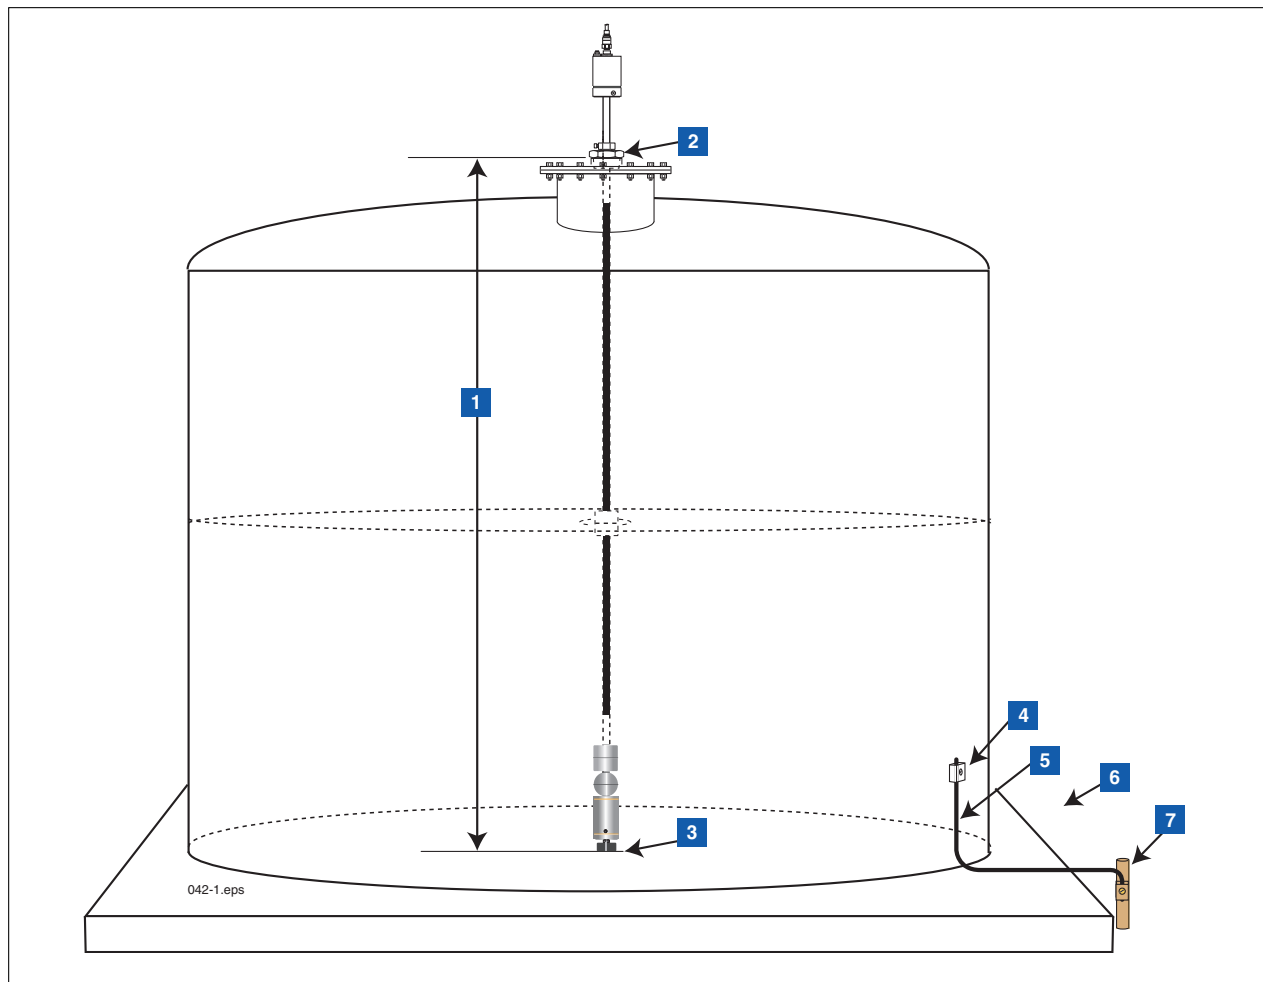

Figure 5. Paramètres d'installations de la sonde Mag-FLEX - cuves en acier
7. Câbles de terre AST et électrodes de terre conformément aux codes NFPA70, NFPA30A et locaux (voir l'exemple à la Figure 5)
| 7. Câbles de terre AST et électrodes de terre conformément aux codes NFPA70, NFPA30A et locaux (voir l'exemple à la Figure 5) | |
Vous devez obtenir une dimension exacte de l'élément 1 de la Figure 5 avant de commander la sonde Mag-FLEX. Mesurez à l'intérieur la longueur d'insertion de l'élément 1 du point d'entrée 1 1/2" au fond de la cuve. Longueur de sonde en vue de la commande = longueur mesurée de l'élément 1 + 10 pouces.
LÉGENDE DE LA Figure 5
Vous devez obtenir une dimension exacte de l'élément 1 de la Figure 5 avant de commander la sonde Mag-FLEX. Mesurez à l'intérieur la longueur d'insertion de l'élément 1 du point d'entrée 1 1/2" au fond de la cuve. Longueur de sonde en vue de la commande = longueur mesurée de l'élément 1 x (0,96) + 10 pouces.